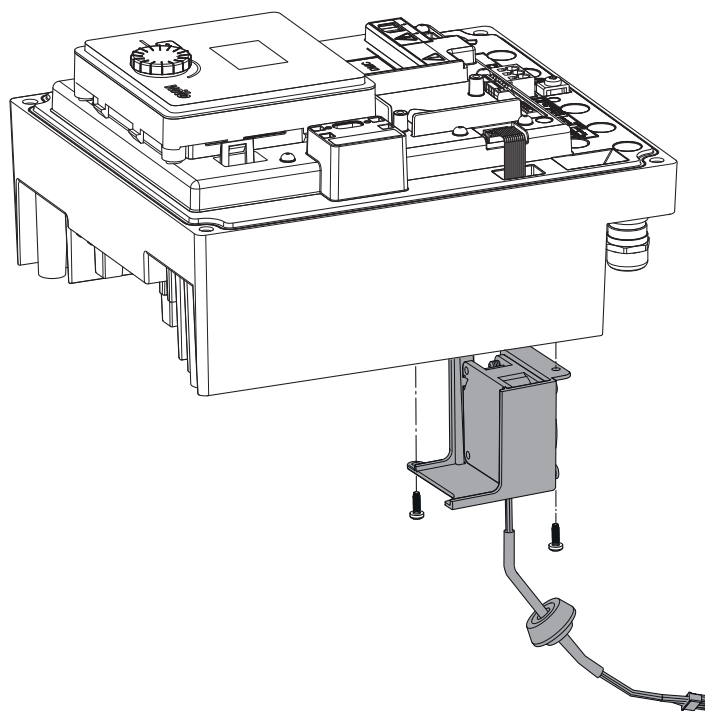

Fig. 50: Zdjąć wentylator modułu wraz z kablem i gumową uszczelką
- Zdjąć wentylator modułu i odłączyć kabel z gumową uszczelką od dolnej części modułu (Fig. 50).